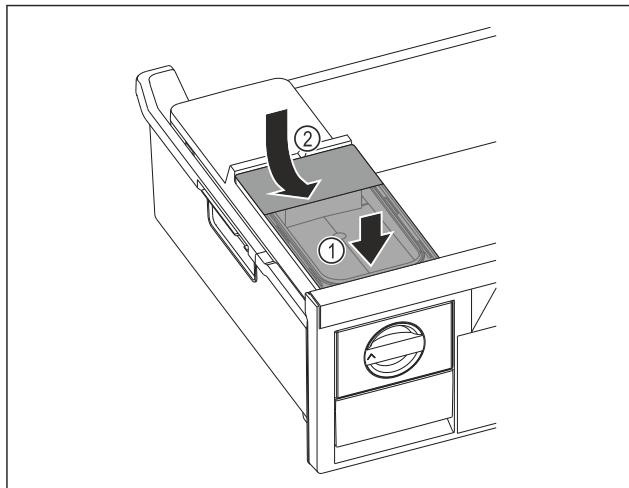

Fig. 86
- Поставете резервоара за вода отпред. Fig. 86 (1)
- Спуснете резервоара за вода отзад. Fig. 86 (2)